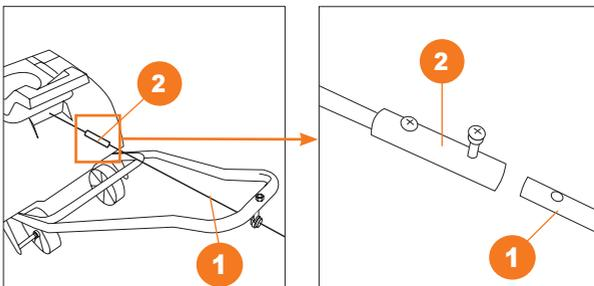

Рис. 12
5. Подсоедините ручку изменения направления выброса **1** к шарниру поворотного механизма **2** у основания трубы выброса. (Рис. 12).